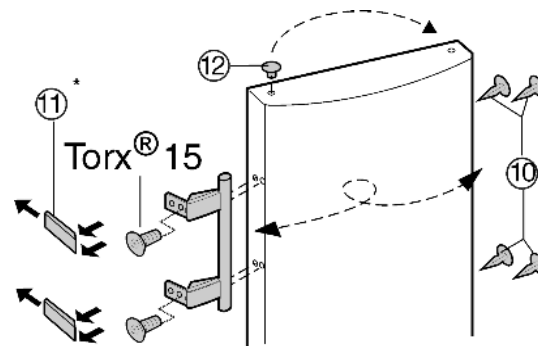

Fig. 7
- ▶ Enlever le bouchon *Fig. 7 (12)* du coussinet de la porte et le permuter de l'autre côté.
- ▶ Démonter la poignée de porte, le bouchon *Fig. 7 (10)* et les plaques d'appui *Fig. 7 (11)* puis les repositionner sur le côté opposé.